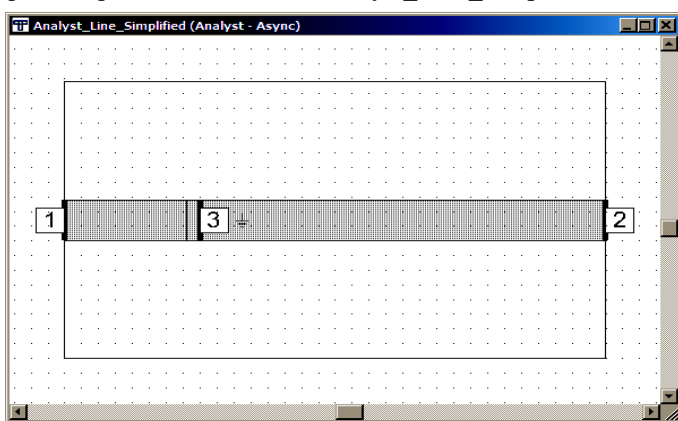

Рис. 82
3. Созданный прямоугольник будет выделен. Выберите в меню **Draw>Add Edge Port** или щёлкните по значку **Edge Port** на панели инструментов. ЕМ структура будет выглядеть, как показано на рис. 82.